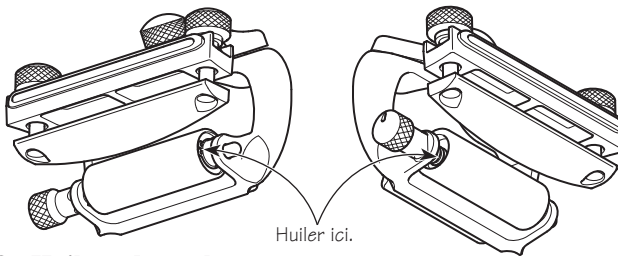

Figure 13 : Huilage du rouleau
**Remarque :** Avant d'utiliser le guide d'affûtage, huiler légèrement l'axe du rouleau, comme l'illustre la **figure 13**.
Après quelques utilisations, il est recommandé de rincer le rouleau à l'eau, de le sécher et d'huiler légèrement son axe, comme l'illustre la **figure 13**. Répéter cette opération fréquemment. Faire tourner le rouleau à la main pour que l'huile se répartisse uniformément à l'intérieur du mécanisme. À la longue, les particules abrasives encrasseront également les molettes de serrage. Il est donc recommandé de les nettoyer et de les huiler à l'occasion.